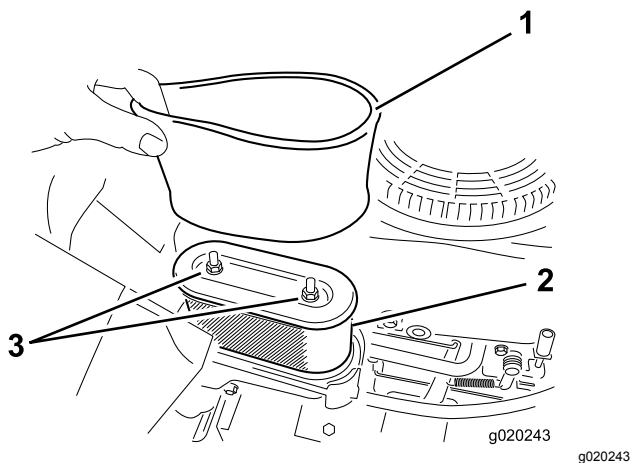

Figure 31
5. Retirez avec précaution les éléments en mousse et en papier du boîtier du filtre à air (Figure 31).
**Remarque:** Remplacez-le s'il est très encrassé (Figure 31).
1. Montez l'élément en mousse sur l'élément en papier (Figure 31).